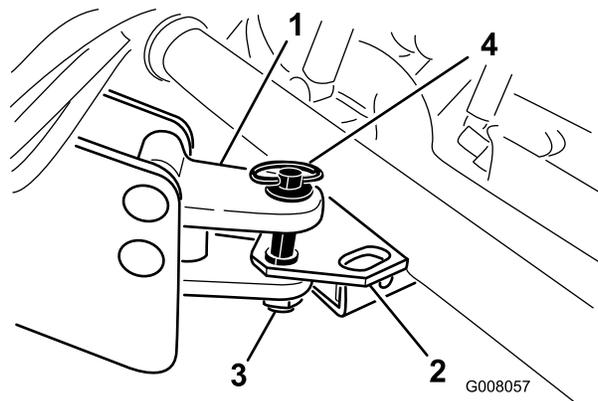

Bild 18
- Stellen Sie die Höhe der Anbauvorrichtungsöse am Prozessor auf dieselbe Höhe wie die Anbauvorrichtungsöse am Fahrzeug ein (Bild 18). Der Rahmen des Erdpfropfen-Prozessors sollte mit dem Boden nivelliert sein, wenn er auf der hinteren Rolle ist.
- Schließen Sie die Anbauvorrichtung des Prozessors mit einem Anbauvorrichtungsstift und Klappstecker an der Anbauvorrichtung des Fahrzeugs an (Bild 18).